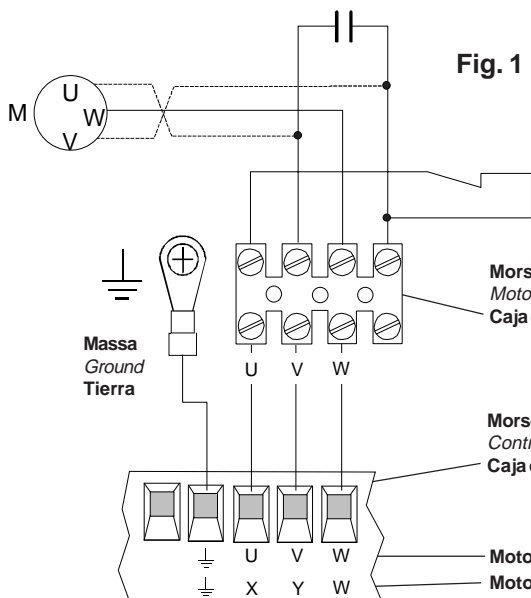

Fig. 1
- Connect the wiring as shown in figs. 1 and 2;
- Proceder a las conexiones eléctricas de acuerdo con las figs. 1 y 2;